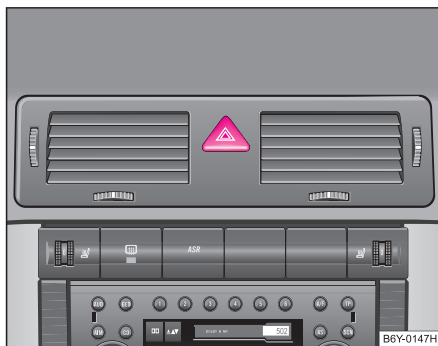

Abb. 35 Schalttafel:
- Drücken Sie den Schalter  => **Abb. 35**, um die Warnblinkanlage ein- bzw. auszuschalten.